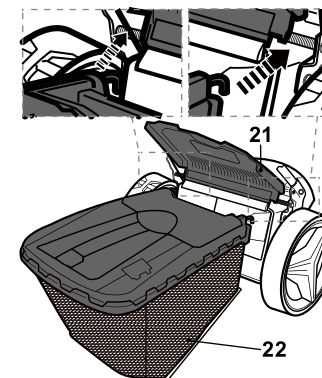

Fig. 6
Ouvrir le déflecteur arrière (21), le maintenir en position et aligner les crochets du collecteur d'herbe (22) sur l'axe pour y accrocher le collecteur (Fig. 6).